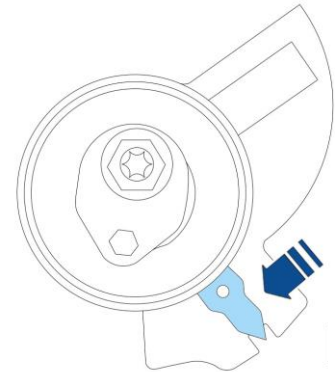

Fig. 6
- Allentare il dado del tenditore e ruotare lentamente il tenditore in senso orario fino a portarlo esattamente nella posizione di tensione nominale (Fig. 6).